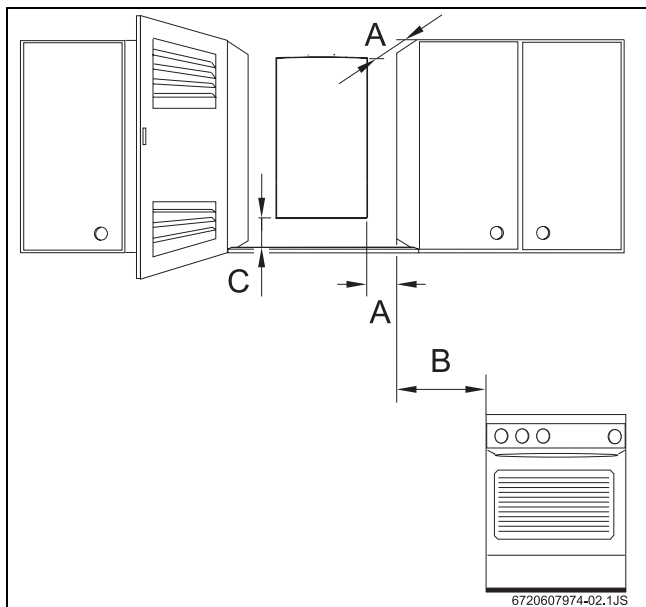

Рис. 6 Мінімальні відстані
- ▶ Забезпечити достатній доступ для монтажних та ремонтних робіт, згідно до відстаней, вказаних на Рис. 6.